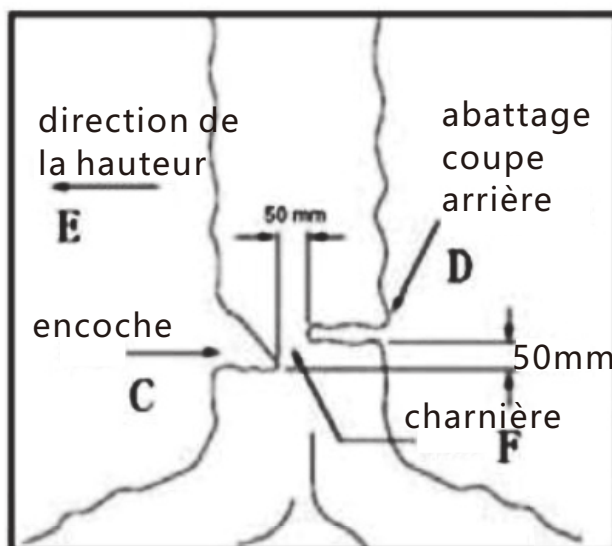

Fig.2B
ATTENTION : Ne marchez jamais devant un arbre qui a été entaillé. Faites la coupe d'abattage (D) de l'autre côté de l'arbre et à 3-5 cm au-dessus du bord de l'encoche (C) (Fig. 2B).